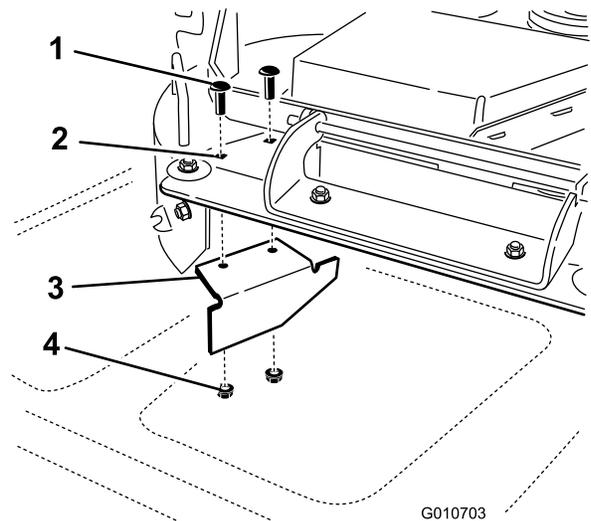

Figura 35
15. Localice el tabique en la bolsa de piezas sueltas, retire las fijaciones de los taladros traseros de la placa de descarga, e instale el tabique en el orificio de descarga lateral de la carcasa de corte (Figura 35).